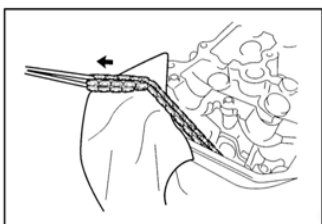

Рисунок II-34
10. Зафиксировать цепь ГРМ веревкой как показано на рисунке (см. Рисунок II-34).